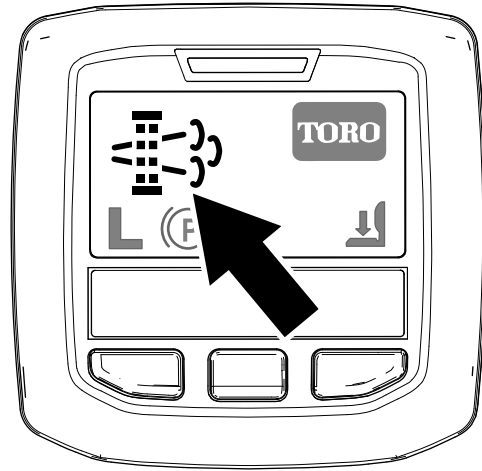

Figura 39
- El icono de solicitud de regeneración en estacionamiento se muestra en el InfoCenter (Figura 39).